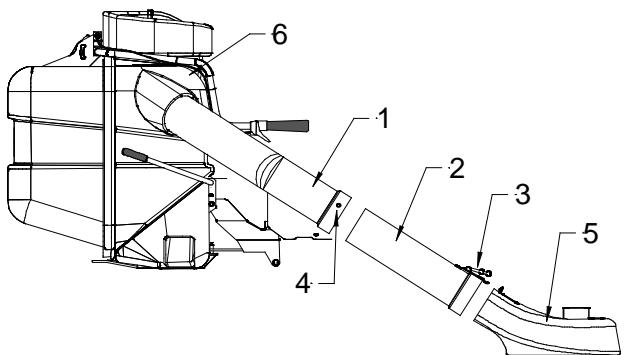

Figure 9
1. Insérer le tube coudé dans le bac de ramassage (fig. 9).
2. Monter le tube droit sur la manche et le fixer à l'aide du verrouillage en caoutchouc (fig. 9).
3. Insérer le tube droit dans le tube coudé. S'assurer que les deux tubes sont bien alignés (fig. 9).
4. Utiliser les trous déjà percés dans le tube coudé comme gabarit pour le perçage de trous de même dimension dans le tube droit (fig. 9).
5. Séparer les deux tubes pour pouvoir y glisser la main et mettre en place les boulons de carrossier  $1/4 \times 3/4"$  avec la tête vers l'intérieur. Fixer à l'aide des écrous à embase (fig. 9).